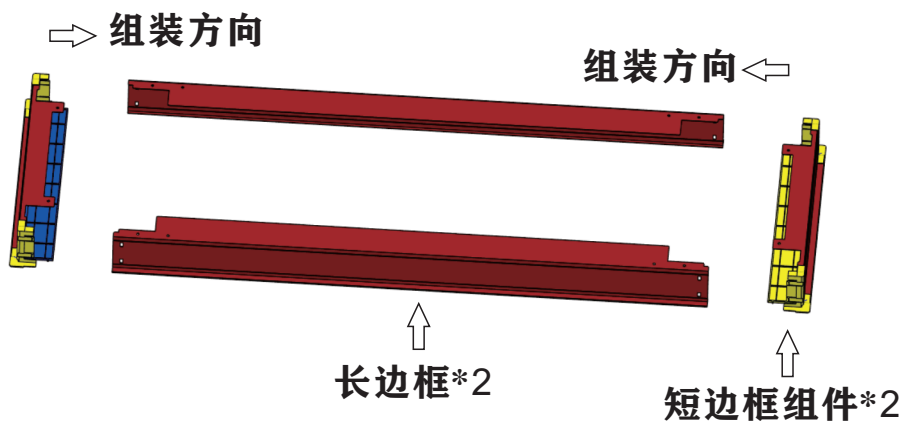
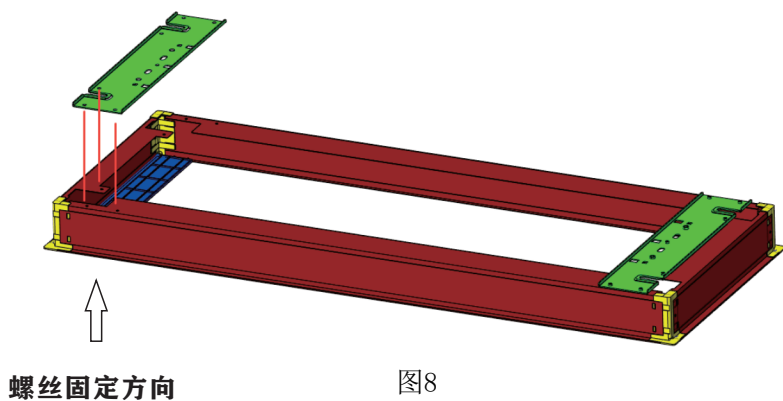

图7
图8
- 8、按照上图7，左右两边短边框组件任一边对齐，两边长边框扣紧，再扣另外一边的短边框组件，再在短边框组件上面，放上内嵌框吊梁板，从内部往吊梁板上固定12个十字槽大圆头螺钉M4x8，如下图8所示。